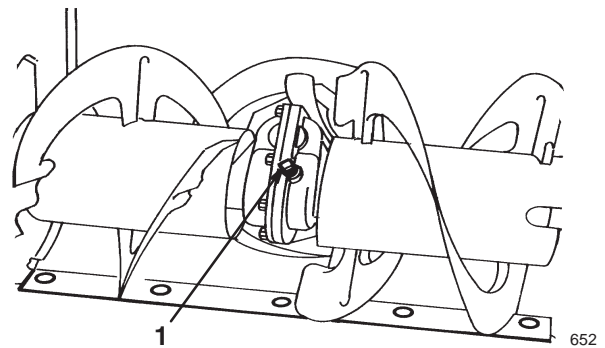

Figure 20
4. Nettoyez les abords de l'obturateur de tuyau (Fig. 20).
5. Retirez l'obturateur de tuyau du boîtier d'engrenages (Fig. 20).